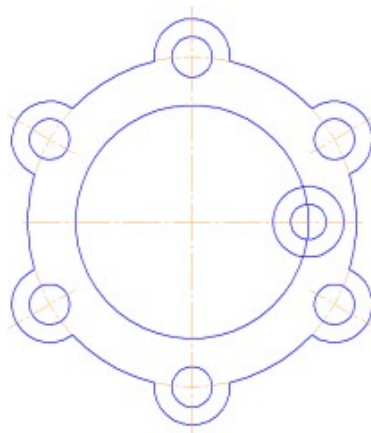

Рисунок 7. Пример построения внутреннего контура
4. Перейдем к построению следующего контура. Создайте окружность диаметром **92 мм** и еще две концентрические с диаметрами **14 мм** и **28 мм** (рис. 7).